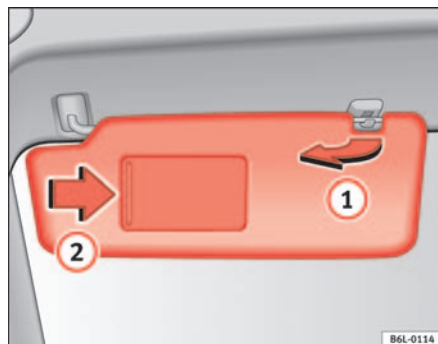

Fig. 63 Pare-soleil côté conducteur
Vous pouvez retirer le pare-soleil côté conducteur et celui côté passager de leur fixation au centre du véhicule pour les faire pivoter vers les portes ⇒ fig. 63 ①.